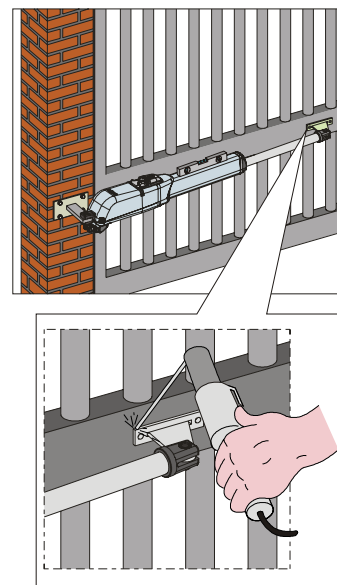

Рис. 12
9) Закройте створку и, удерживая привод строго в горизонтальном положении, определите место монтажа переднего кронштейна (Рис.12).
10) Временно прихватите передний кронштейн двумя сварочными точками (Рис.12).